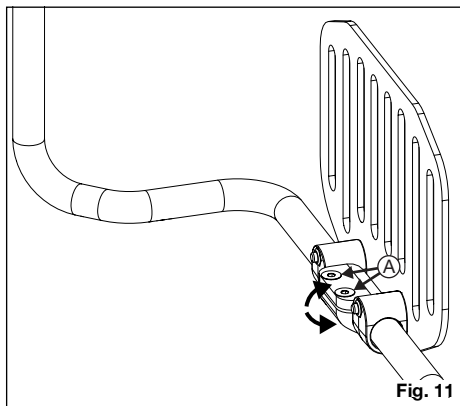

Fig. 11
2. Afloje los dos tornillos (Fig. 11:A) en la abrazadera ajustable bajo la placa de base con una llave Allen de 4 mm.
3. Gire el apoyapiés al ángulo deseado y fíjelo en su lugar apretando de nuevo los dos tornillos (Fig. 11:A).